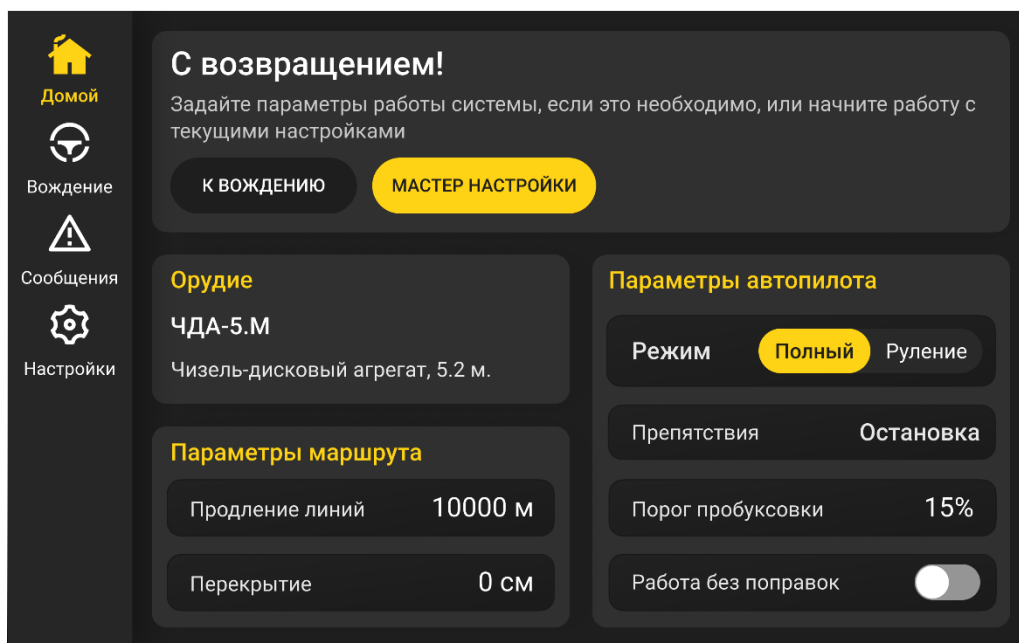
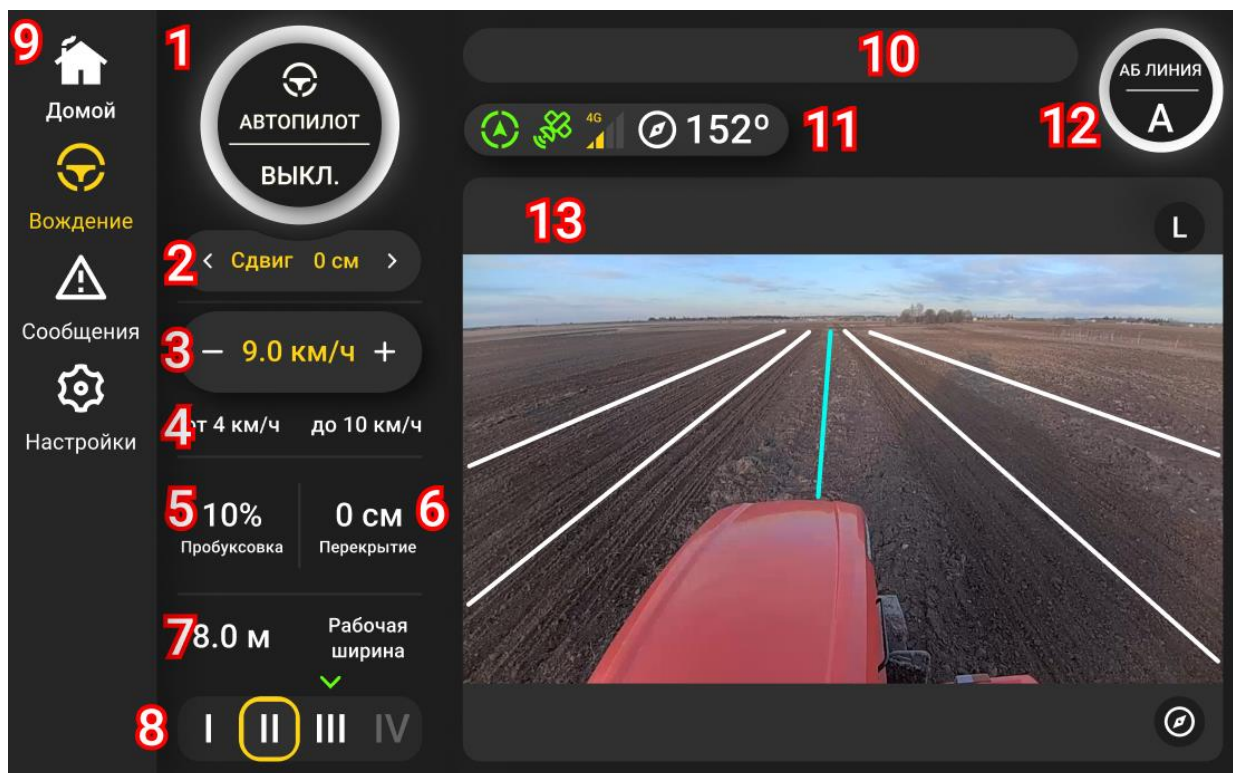
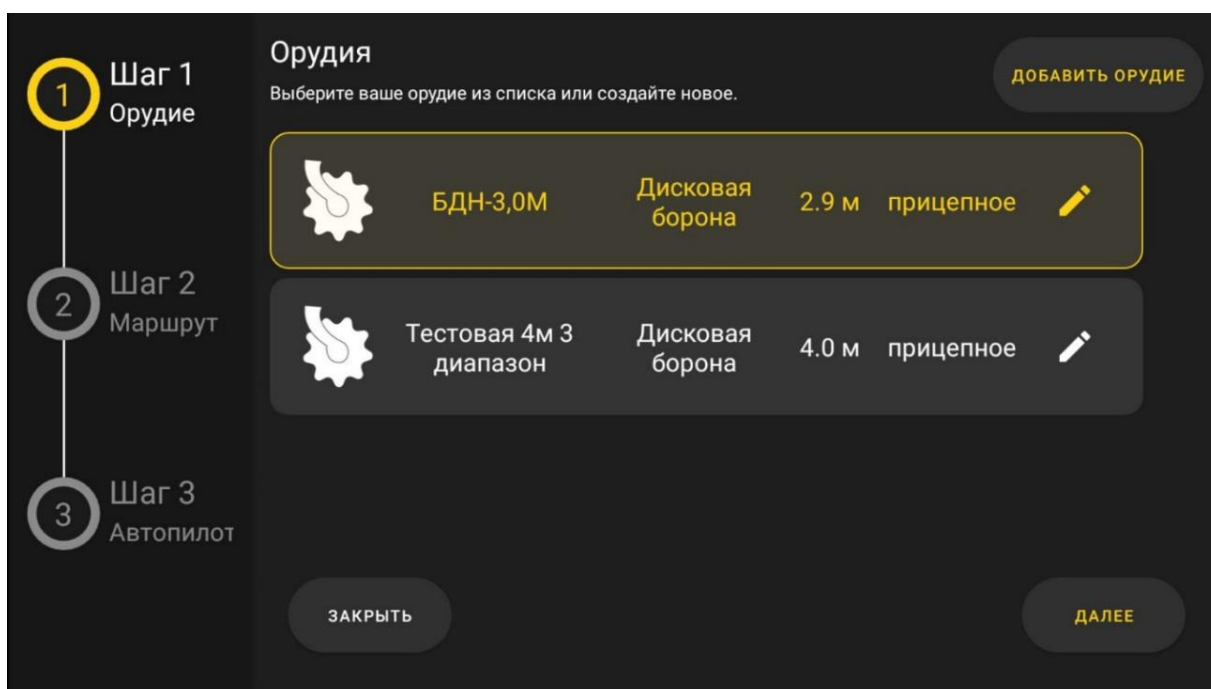
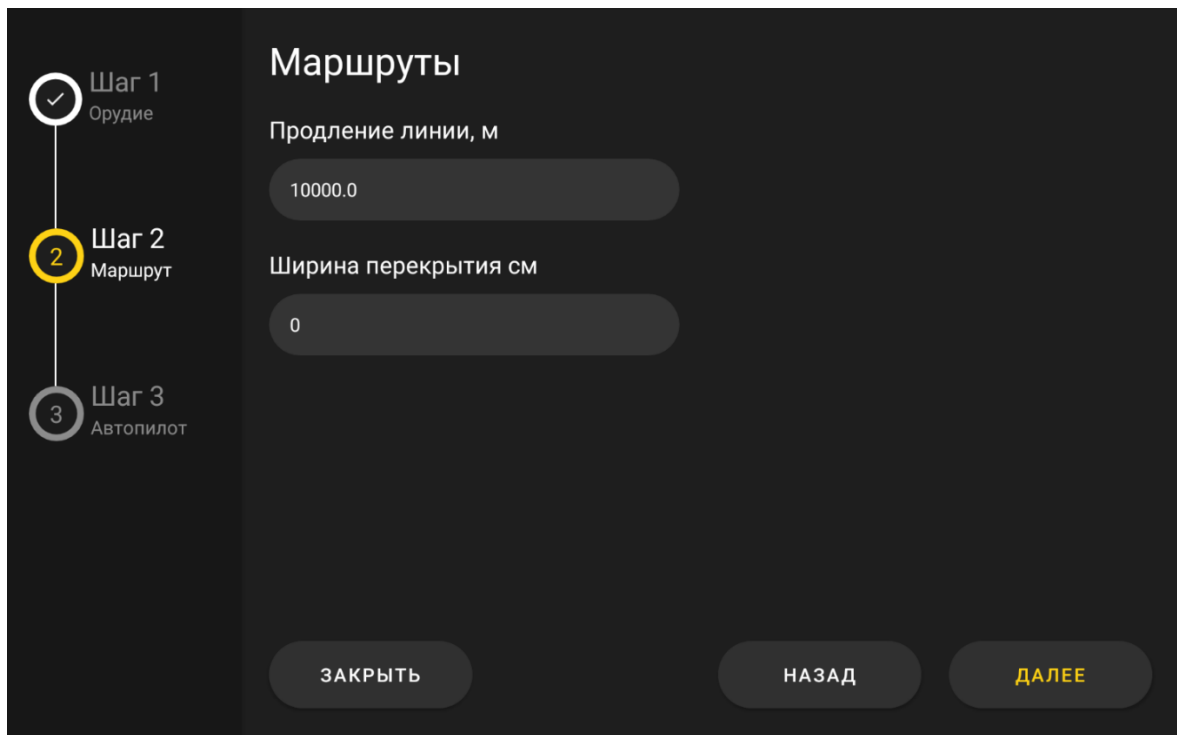

Рисунок 3 – Домашний экран
Рисунок 4 – Главный экран
Рисунок 12 – Экран «Орудия»
Рисунок 14 – Экран «Маршруты»
После нажатия на кнопку **Принимаю** на дисплейном терминале отобразится домашний экран (см. рисунок 3).
Для перехода к вождению нажмите на кнопку **К ВОЖДЕНИЮ**. Откроется главный экран (см. рисунок 4).
По нажатию на кнопку **Домой** в левом верхнем углу (см. рисунок 4) выполняется переход к домашнему экрану (см. рисунок 3).
1) на домашнем экране нажмите на кнопку **МАСТЕР НАСТРОЙКИ** (см. рисунок 3). Откроется экран **Орудия** (см. рисунок 12), в котором текущее (ранее выбранное) орудие подсвечено желтым цветом;
4) нажмите на кнопку **СОХРАНИТЬ**. Экран добавления (редактирования) орудия закроется, а запись об этом орудии отобразится на экране **Орудия** (см. рисунок 12);
5) на экране **Орудия** нажмите на кнопку **ДАЛЕЕ** (см. рисунок 12). Откроется экран **Маршруты** (см. рисунок 14);